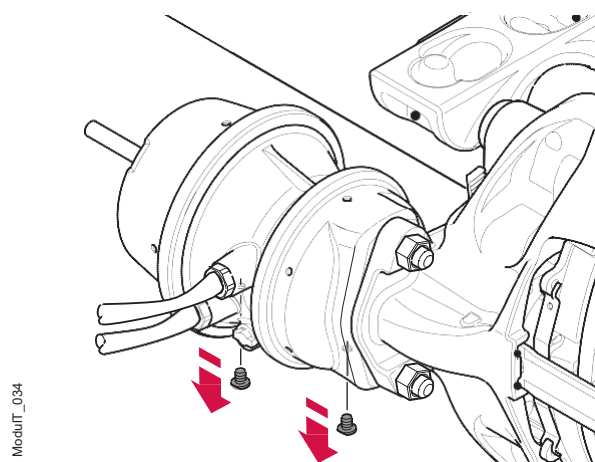

Figura 40. Remova o plugue de drenagem de ventilação
7. Remova o plugue de drenagem de ventilação voltado para baixo do alojamento da câmara de freio, consulte a figura 40. Também da câmara do freio de mola, se aplicável.